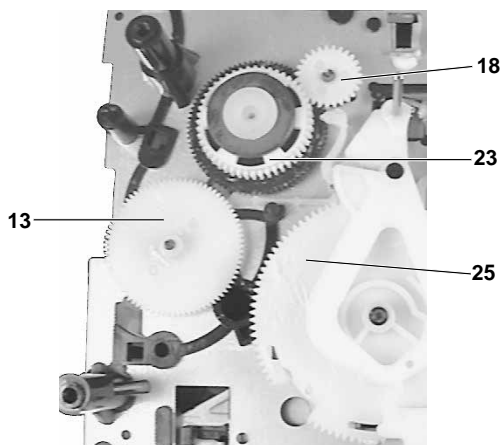

Fig. 13
- Bei Bedarf das Zahnrad 18 abziehen (Fig. 13).
- If necessary pull off the gearwheel 18 (Fig. 13).